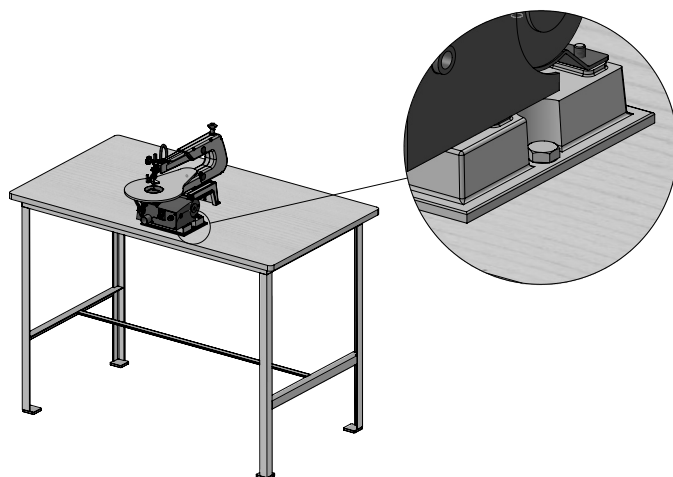

FIGURA 06 – Máquina fixada sobre uma bancada
O usuário pode fixá-la sobre a bancada por meio de 3 parafusos (não fornecidos) retirando os Pés de Borracha (20) e utilizando os furos da Base (03) (figura 06). Isso é necessário, para que durante a operação de corte a máquina não se movimente, gerando riscos de acidentes.